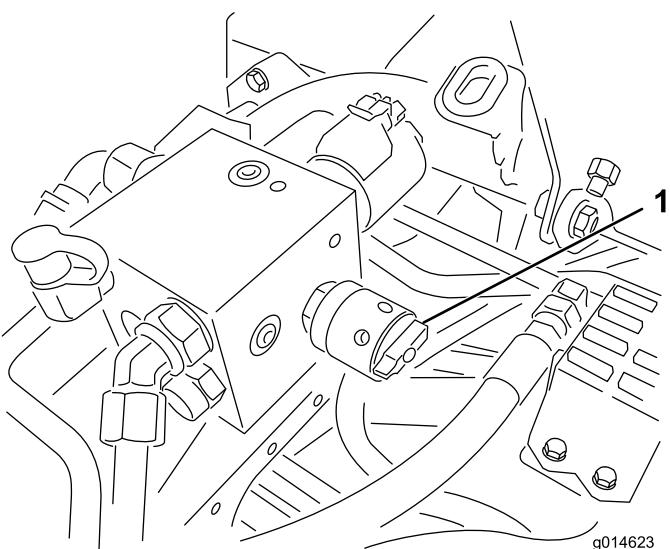

Bild 38
- Drehen Sie zum Einstellen der Spindeldrehzahl das Handrad (Bild 38), bis die Zeiger auf die Nummer zeigen, die der gewünschten Einstellung entspricht.